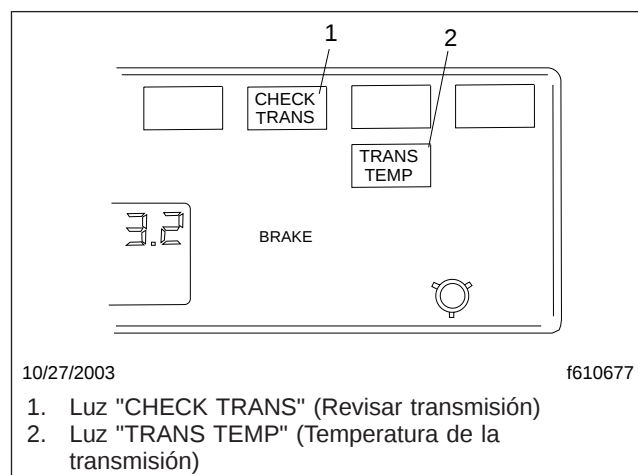

Figura 8.23, Luces indicadoras
- Con la transmisión en neutro, lleve el interruptor de ignición a la posición de encendido. Las luces "CHECK TRANS" (Revisar transmisión) y "TRANS TEMP" (Temperatura de la transmisión) se encienden y se apagan (prueba de bombillas). Vea la Figura 8.23.